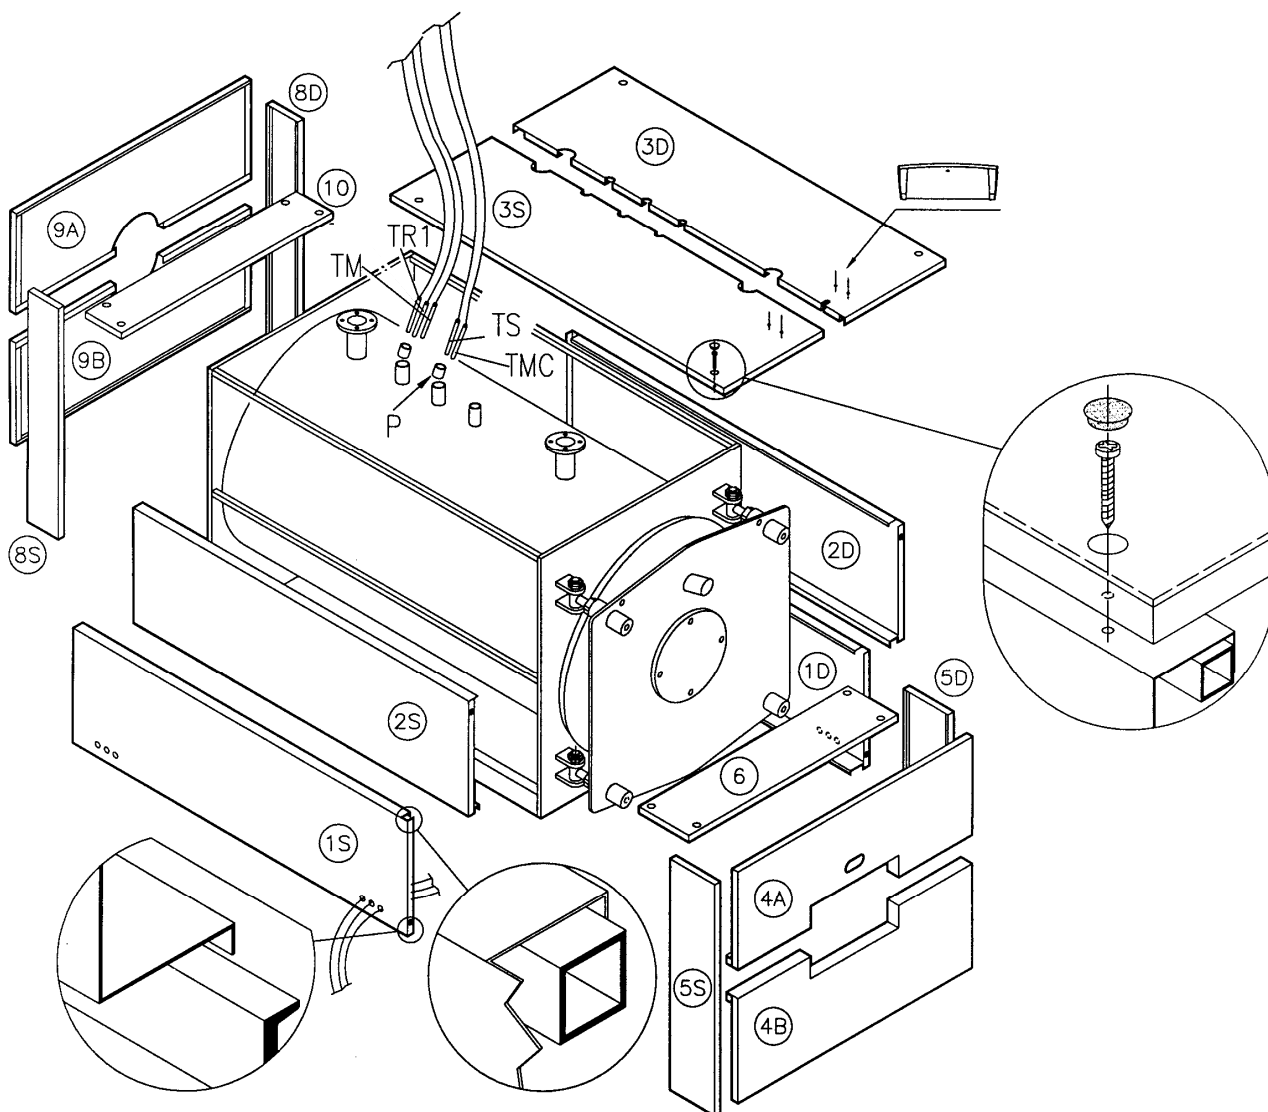

Рис. 6
3.9 ОБШИВКА КОТЛА STAR/STARTRE 500÷1300 (Рис. 6)
- a) Обернуть стекловатой корпус котла, оставив видимыми Зумпфы для колб (P), расположенные на правой стороне.
- d) Установить верхнюю панель (3S) на котел; зафиксировать панель управления на панели (3S); размотать капилляры термостатов и термометра и вставить колбы в зумпфы (P).